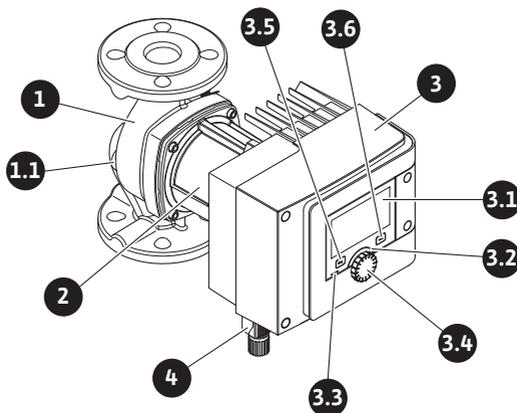

Fig. 1: Aperçu d'une pompe simple
Un module électronique (Fig. 1/2, pos. 3) situé sur le carter du moteur permet de réguler le circulateur et d'établir les interfaces. Selon l'application ou la fonction de régulation sélectionnée, la régulation concernera la vitesse de rotation, la pression différentielle, la température ou le débit.